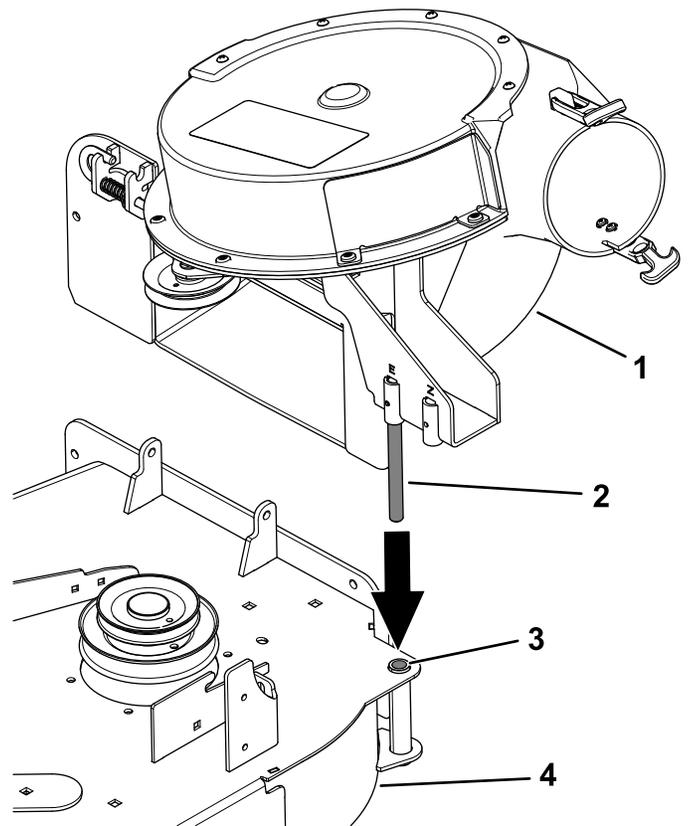

Figura 41
1. Alinee el pasador de giro del soplador con el taladro de la carcasa de corte (Figura 41).
3. Baje el soplador e introduzca el pasador de giro en el orificio de giro (Figura 41).